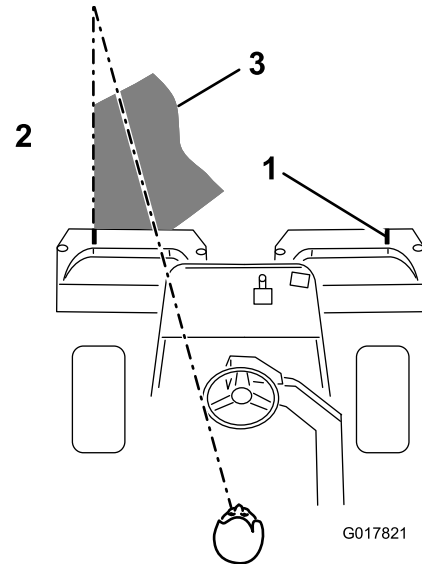

Figura 38
3. Durante le passate di ritorno sovrapponetevi uno spazio minimo alla falciatura precedente. Per tosare in linea retta il green e mantenere la macchina alla medesima distanza dal bordo della falciatura precedente, immaginate una linea da 1,8-3 m circa davanti alla macchina fino al bordo della sezione di green da tosare (Figura 38). Potrebbe essere utile includere nella linea di collimazione il bordo esterno del volante, vale a dire, tenere allineato il bordo del volante con un punto che si trovi sempre alla stessa distanza dalla parte anteriore della macchina (Figura 38).